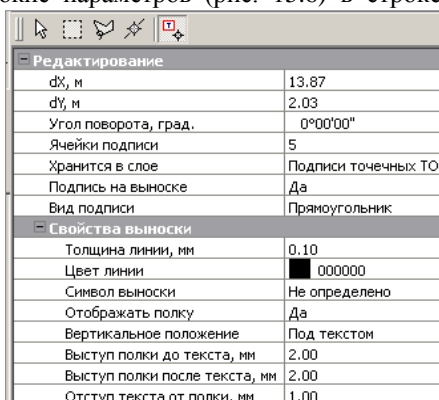

Рис. 15.6
- Подписи тематических объектов можно редактировать, удалять и создавать новые при помощи команд **Построения/Подпись**. При редактировании подписи в окне параметров (рис. 15.6) в строке **Ячейки подписи** можно изменить значения текста.